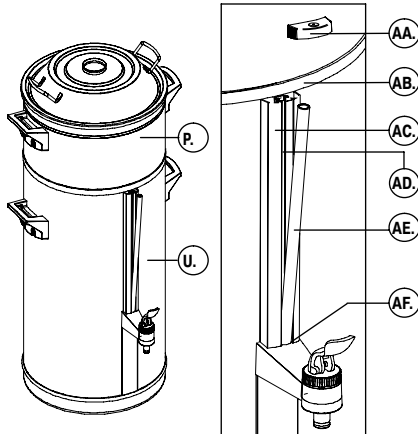

Fig. 8 Colocação da tampa do vidro de medida
- Limpe o vidro de medida (consulte a fig. 8)